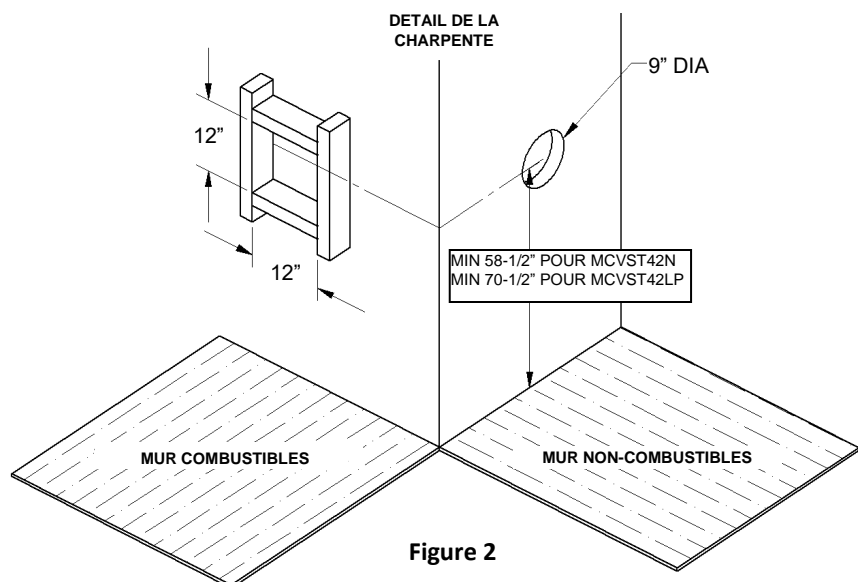

Figure 2
1. Pour déterminer la distance minimale entre le plancher du foyer et le centre de l'évent voir la page Comment encastrer votre foyer. Percez le mur en prévoyant un espace pour un manchon de 12po x 12po (diamètre intérieur) pour les murs combustibles et un manchon de 9po de diamètre pour les murs non combustibles. (voir figure 2)
La longueur maximale est de 20p / 6.1m lorsque la longueur verticale est de 7pi / 2.1m (figure 2) N.B. : Pour chaque 12po de conduit horizontal il doit y avoir 1/4po de conduit vertical.